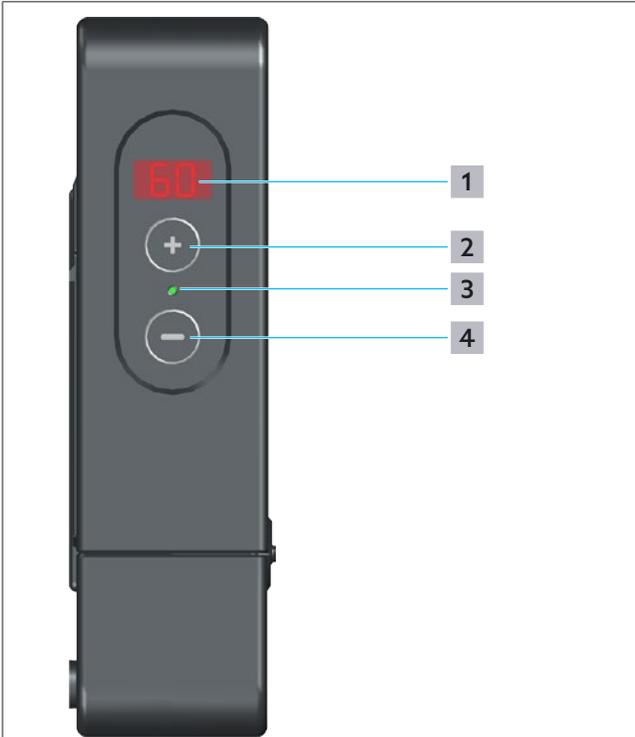

Fig. 31: Affichages et éléments de commande
- Pour pouvoir consulter les valeurs des capteurs de température (S1, S2, S3), maintenir les touches « + » et « - » enfoncées pendant 3 secondes (position 1 sur la Fig. 31 en page 30).
L'affichage de la température E.C.S. de consigne et de l'état (position **1** sur la Fig. 31 en page 30) indique la température de consigne réglée et les codes d'erreur.